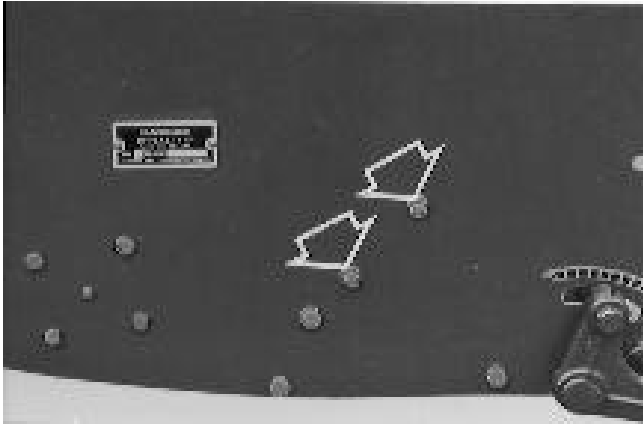

Fig.35
1. Die beiden Stellschrauben (Abb. 35) an jeder Seite lösen, mit denen das Leitblech am Seitenrahmen befestigt ist.